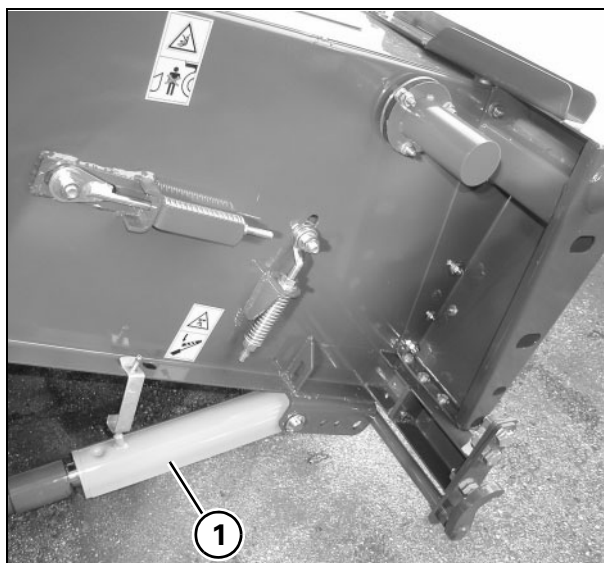
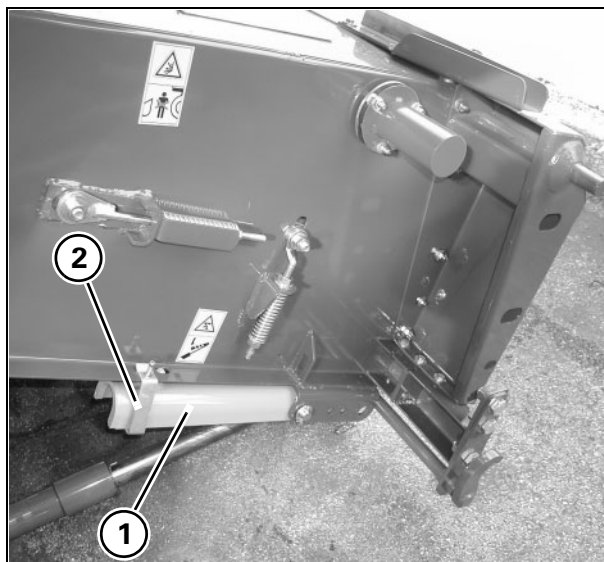

Рис. 15
Рис. 16
Рис. 15 и Рис. 16
Перед началом любых работ под жаткой необходимо опустить предохранительный фиксатор (1) на шток цилиндра с обеих сторон (см. Рис. 15).
Если предохранительные фиксаторы (1) не используются (например, во время работы), они должны быть закреплены на корпусе элеватора посредством подходящего фиксирующего приспособления (2), см. Рис. 16.